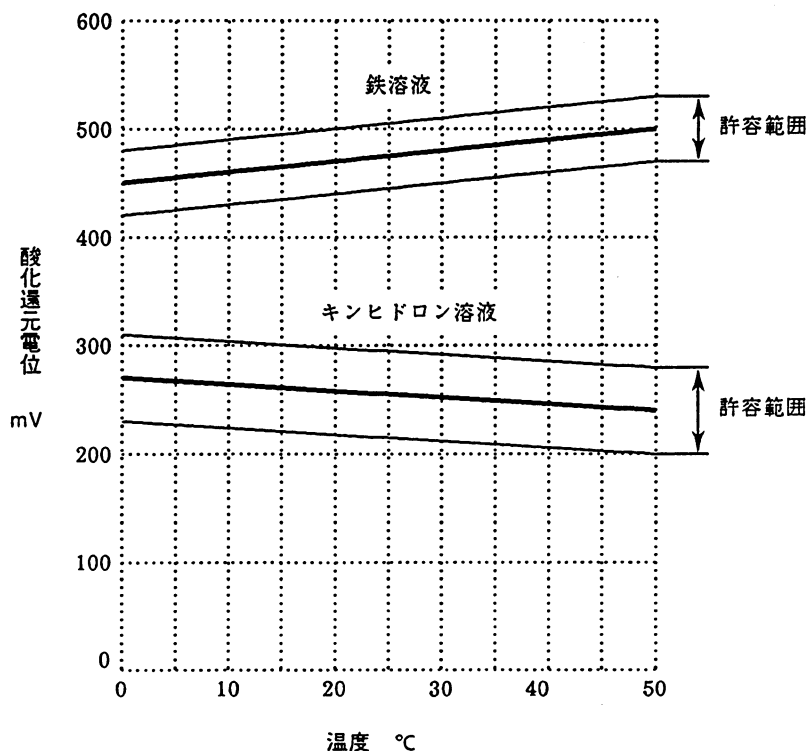

図 5.1 チェック溶液の酸化還元電位
(4) センサに付着している測定溶液を上水で洗い流したうえ、水滴を拭き取ってください。
(5) センサの先端部を(2)項のチェック溶液に浸して、ORP 伝送器の酸化還元電位表示値が安定するのを待ちます。表示値は通常5～10分間程度で安定します。
(6) 表示値が安定したら、その値を読み取ってください。また、チェック溶液の温度を測り、図 5.1 で、その温度におけるチェック溶液の酸化還元電位を調べてください。測定値が、図 5.1 で調べた値に対して許容範囲内であれば、センサは正常です。